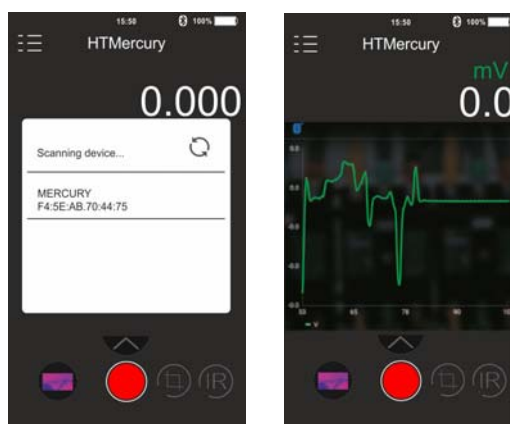
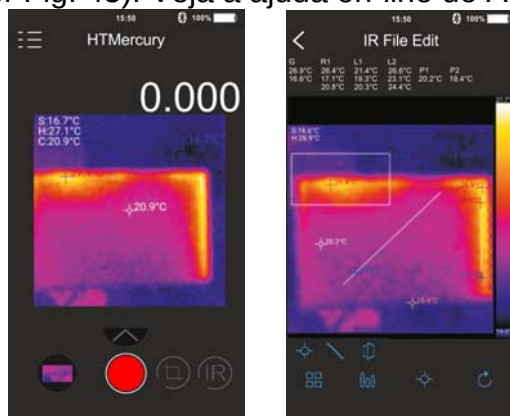

Fig. 44: Comunicação com o aplicativo APP HTMercury
Fig. 45: Aplicações do APP HTMercury
4. Efetuar a procura do instrumento no APP (ver Fig. 44 – parte esquerda)
5. A visualização em tempo real do sinal na entrada no instrumento aparece no dispositivo móvel (ver Fig. 44 – parte direita) e é possível guardar capturas de ecrã (screenshots) e ativar/guardar as gravações dos menu internos do APP. Além disso, é possível guardar screenshots de imagens termográficas e inserir nessas objetos para análises avançadas (ver Fig. 45). Veja a ajuda on-line do APP para mais detalhes.